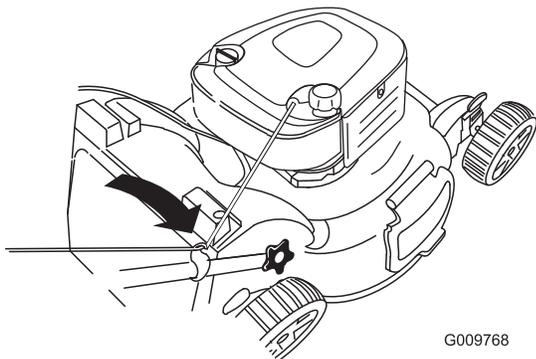

Figure 29
2. Faites passer le câble du lanceur autour du guide inférieur (Figure 29).